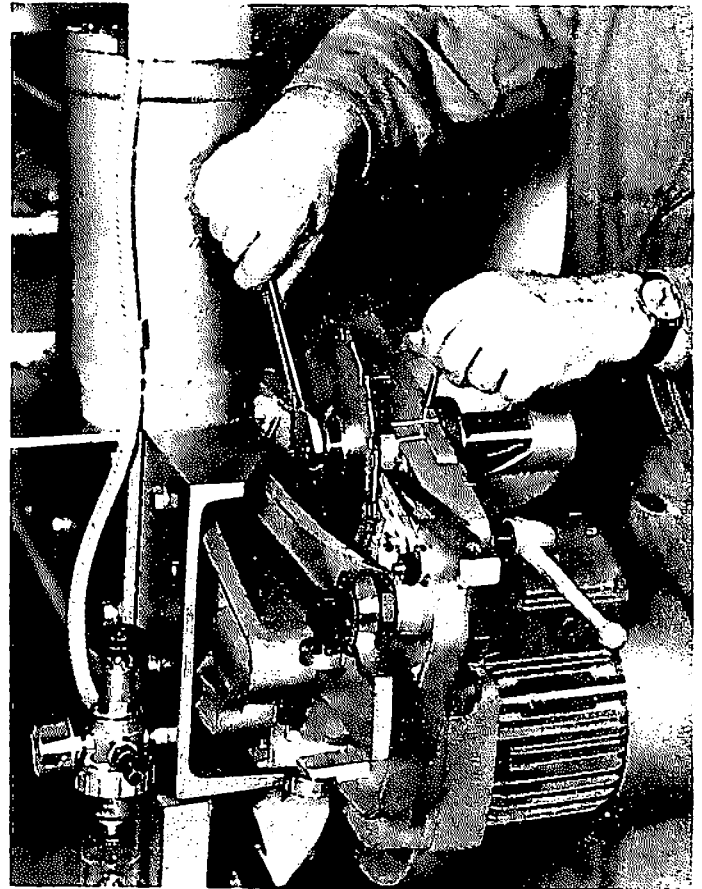

Abb. 13
6. Steckstift in die im Lagerbock angebrachte Aussparung zum Gegenhalten stecken (Abb. 13).